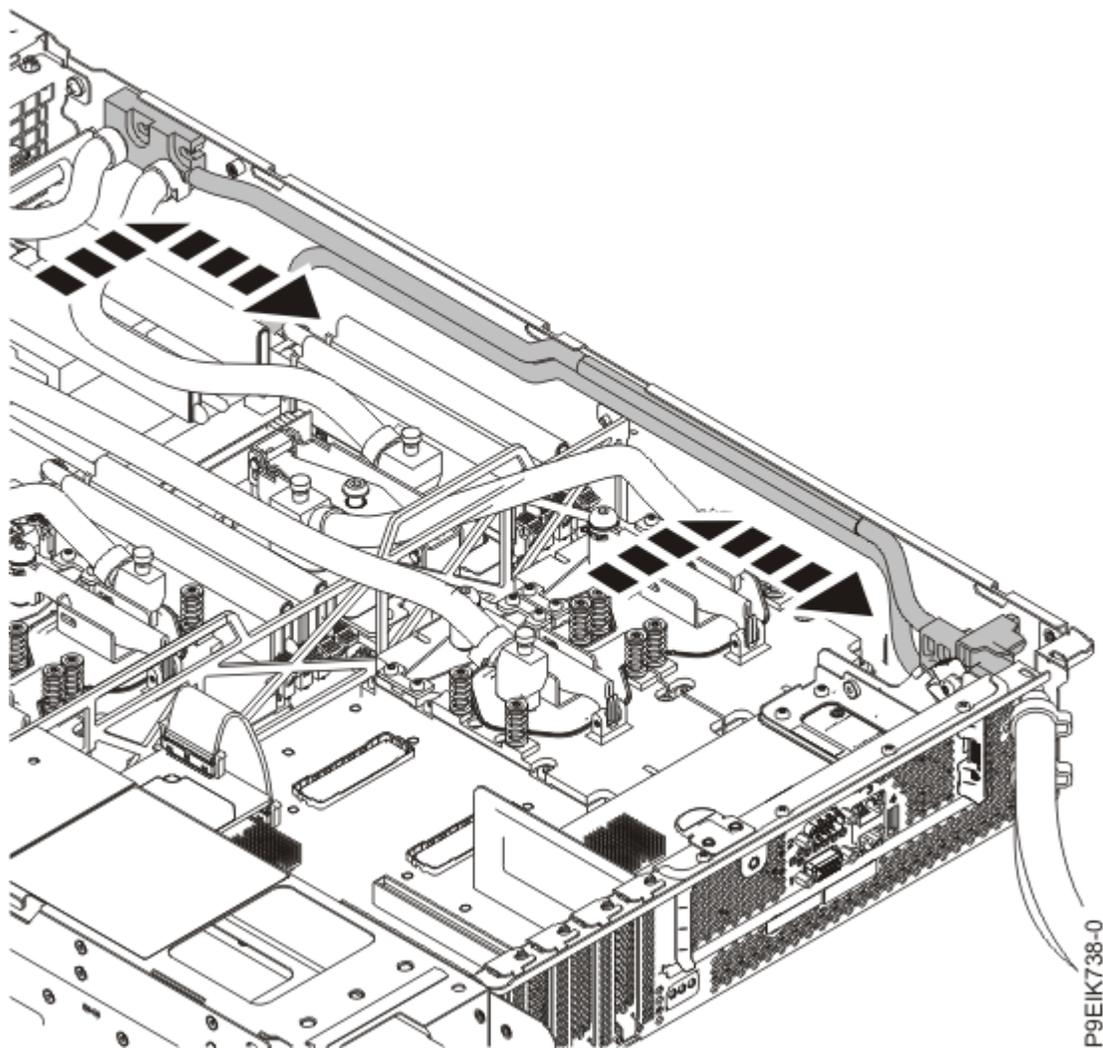

図 58. 側面パイプの挿入
11. 側面パイプをシャーシの側面に再取り付けします (60 ページの図 58 を参照)。パイプの後部が正しい位置に挿入されていることを確認します。側面パイプの前面にある位置合わせピンがパイプ接合部に収まっていることを確認します。